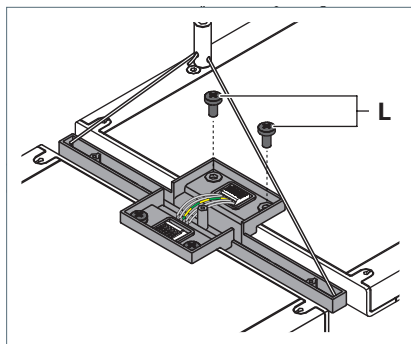

Fig. 15: Leuchten verbinden.
- Verbinden Sie das Verbindungselement der bereits montierten Leuchte und die zu verkettende Leuchte mit den mitgelieferten Schrauben **L**, siehe Fig. 15.